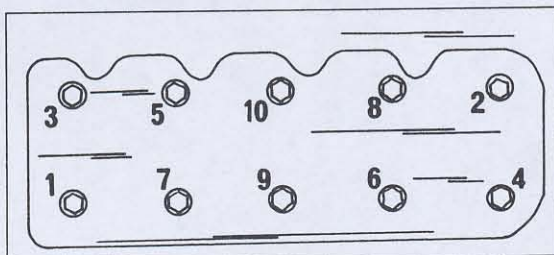

Bild 23
- Zylinderkopfschrauben in der in Bild 23 gezeigten Reihenfolge lockern. Ein 8 mm-Inbusschlüssel (Innensechskantschlüssel) ist beim 1,6 Liter-Motor zu dieser Arbeit erforderlich. Bei den